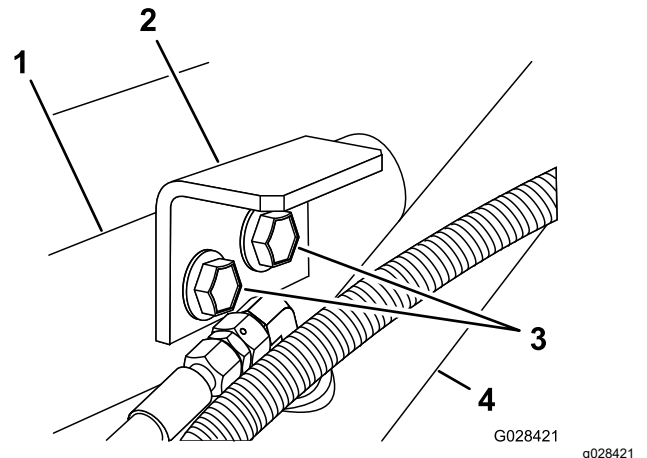

Figura 7
3. Monte los soportes de amarre en la placa de soporte y en el bastidor usando los dos pernos con arandela prensada y las contratruercas con arandela prensada retirados en el paso 1 (Figura 7).